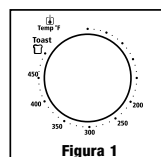

Figura 1
1. **Perilla de control de temperatura** - Ajusta el termostato a la temperatura deseada. (Ver la Figura 1)